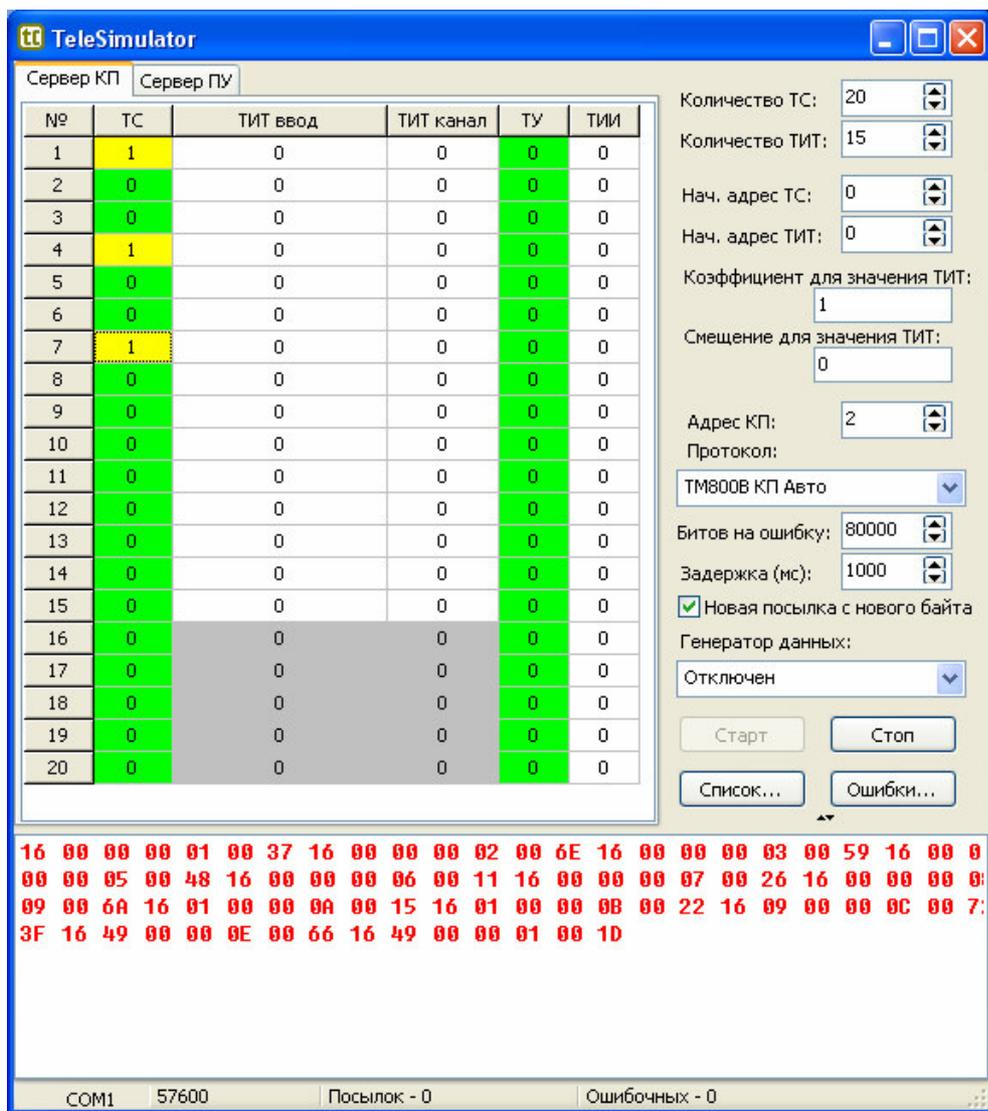

Рисунок 11 – Интерфейс программы «TeleSimulator» для протокола TM800B
- 6) запустите на ПЭВМ программу TeleSimulator (рисунок 11). Установите в программе: